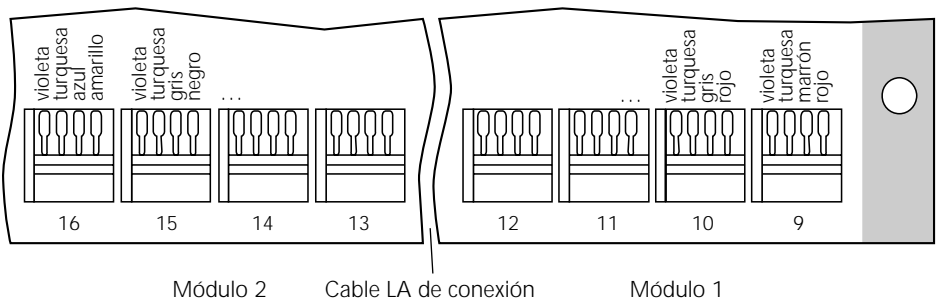

Fig. 4.12: Los módulos de la unidad central se conectan sobre el ANSA-CPU
4. Conectar los puertos del módulo al ANSA-CPU con los cables disponibles comercialmente (Fig. 4.12).